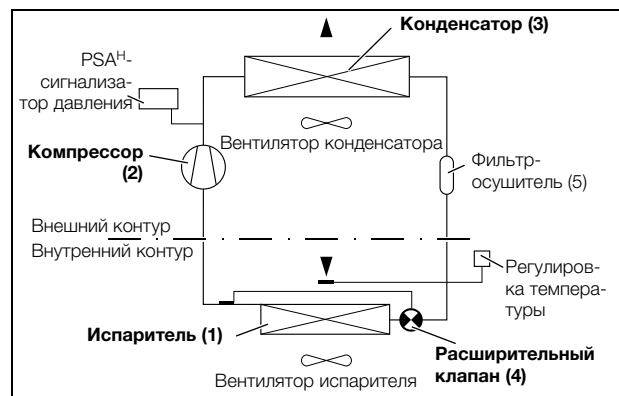

Рис. 3: Контур охлаждения
Холодильный агрегат (компрессорная холодильная установка) состоит из четырех основных компонентов (см. рис. 3): испаритель (1), компрессор (2), конденсатор (3) и регулировочный или расширительный клапан (4), которые связаны между собой при помощи трубопроводов. Этот контур охлаждения заполнен низкокипящим хладагентом. Хладагент R134a (CH_2FCF_3) не содержит хлора. Его потенциал разрушения озонового слоя (OZP) равен нулю. Таким образом, он очень экологичен. Фильтр-осушитель (5), встроенный в герметичный контур охлаждения, обеспечивает надежную защиту от влаги, кислот, частиц грязи и посторонних тел внутри контура охлаждения.